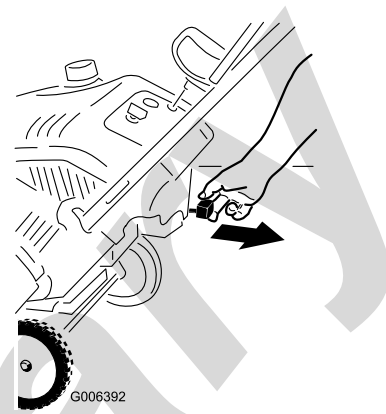

Figura14
2. Trageți maneta de șoc (Figura14).